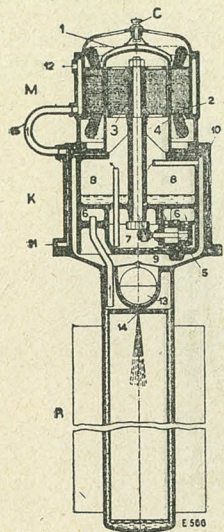

Fig. 72.
*Unités hermétiques.* Un dispositif, qui n'est pas très répandu en France, mais présente un attrait certain, consiste à enfermer le moteur et le compresseur dans une enveloppe étanche (fig. 72). Le moteur est alors en contact avec le fluide frigorigène et l'huile de graissage. L'encombrement est réduit et les chances de fuites sont amoindries. On n'a pas à se préoccuper du graissage, ni à craindre les pannes de courroies.